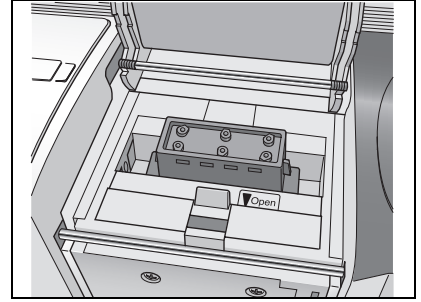

figure 5
- ⑤ Insérez un tampon entre les portes de telle sorte que les dents au centre des portes pénètrent exactement dans les encoches au centre du tampon (voir la figure 5).